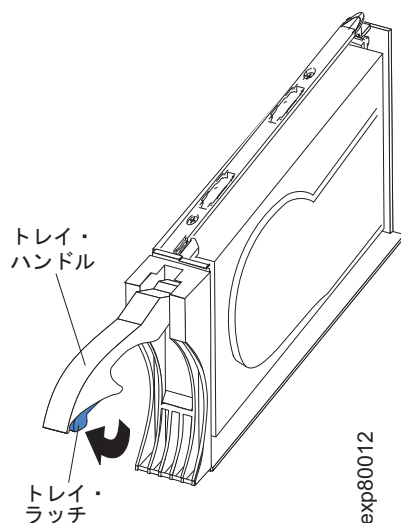

図 80. E-DDM CRU ハンドル
- b. 図 80 に示すように、トレイのハンドルを、開いた位置になるように引き出します。
- a. 155 ページの図 80 に矢印で示されているように、トレイ・ハンドル下部の内側を押して、E-DDM CRU のラッチを解放します。